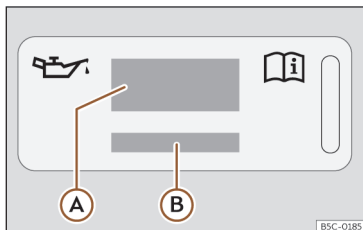
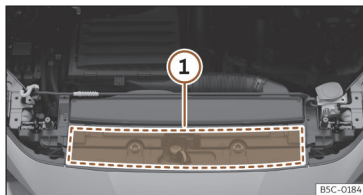

Fig. 195 No compartimento do motor: etiqueta do óleo do motor
Fig. 196 No compartimento do motor: zona de localização da etiqueta de óleo do motor
Legenda da >>> **Fig. 195**:
>>> **Fig. 195**. A etiqueta com a norma prescrita encontra-se na parte da frente do compartimento do motor >>> **Fig. 196** (1). Se utilizar o óleo do motor recomendado, é possível corrigir o nível do enchimento tantas vezes quantas forem necessárias.